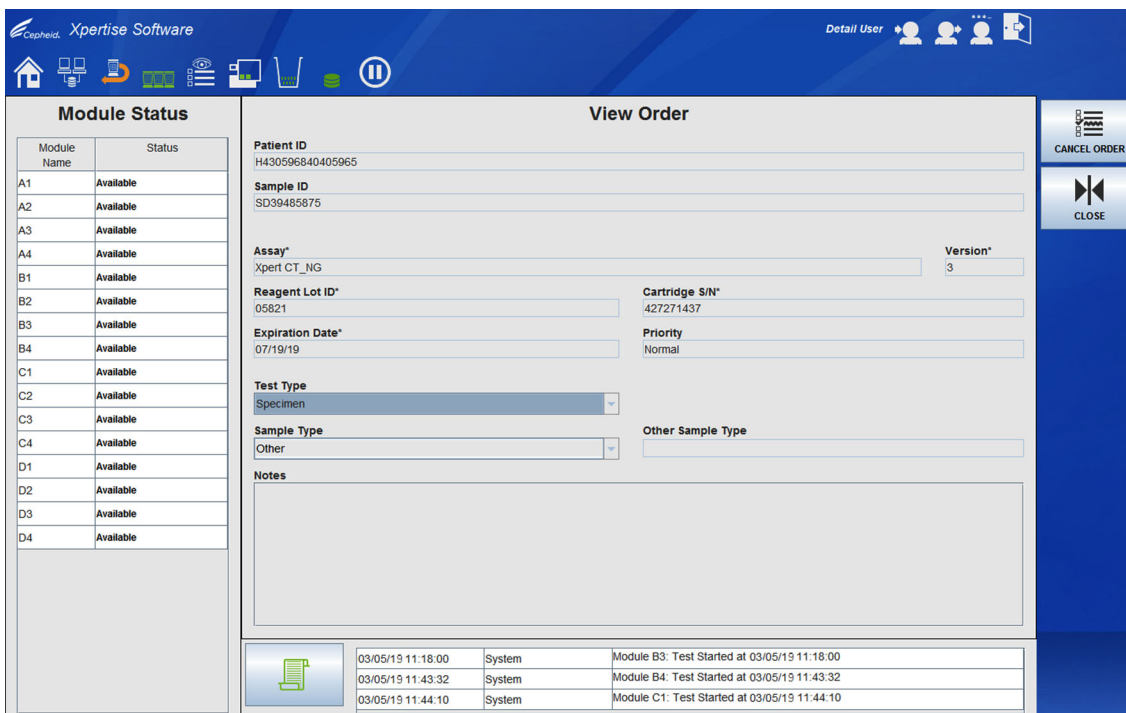

图 10-57. 显示找到指令的查看指令 (View Order) 工作区
- 如果已找到指令, 并且尚未开始或完成, 查看指令 (View Order) 工作区 (参见图 10-57) 会出现, 显示找到的指令。
如果所选的指令为*待处理指令*, 会出现查看指令 (View Order) 工作区, 显示所选的指令。请参见图 10-57。如果需要, 可选择**取消指令 (CANCEL ORDER)** 按钮以取消待处理指令。